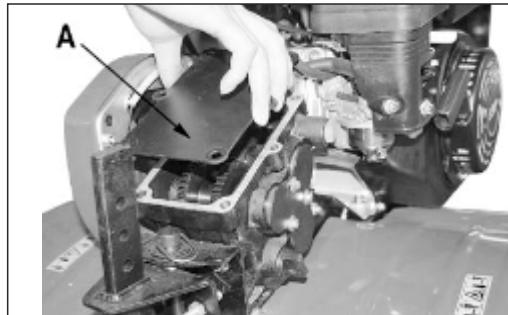

Рис. 3
Рулевая колонка (рис.3, 4)
- Дополнительная металлическая крышка А (рис.3) предусмотрена для предохранения от попадания внутрь коробки передач посторонних предметов и веществ во время транспортировки. Перед установкой рулевой колонки снимите крышку.